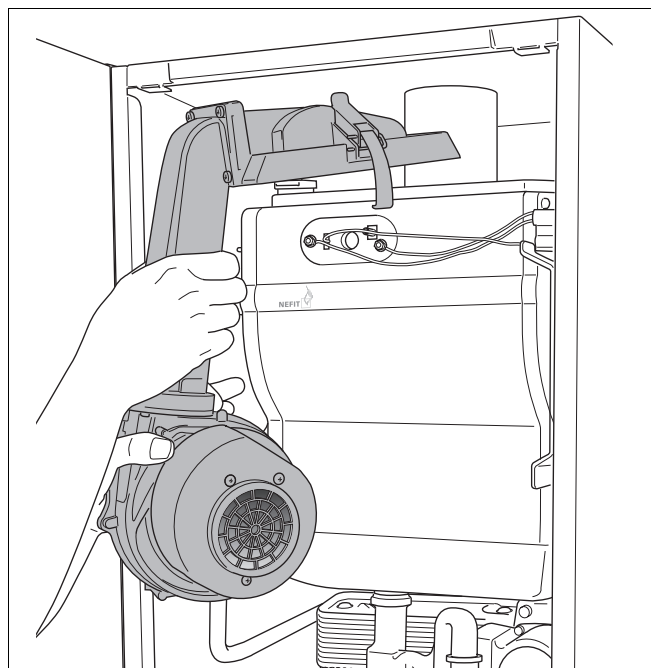

fig. 50 Verwijder de branderdeksel met gas/luchtunit
- Verwijder de branderdeksel met gas/luchtunit (→ fig. 50).